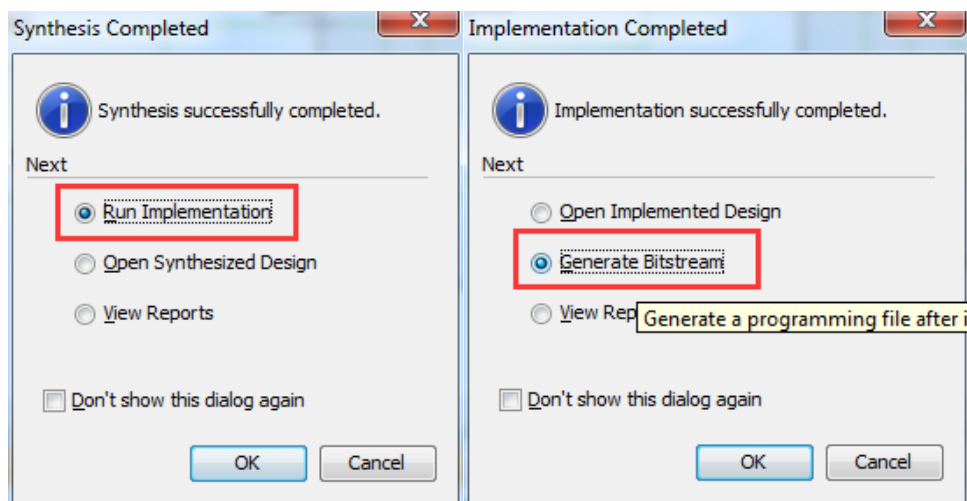

图 2-19 进行工程实现图
5) 完成综合验证后, 选择 Run Implementation, 进行工程实现, 如图 2-19。